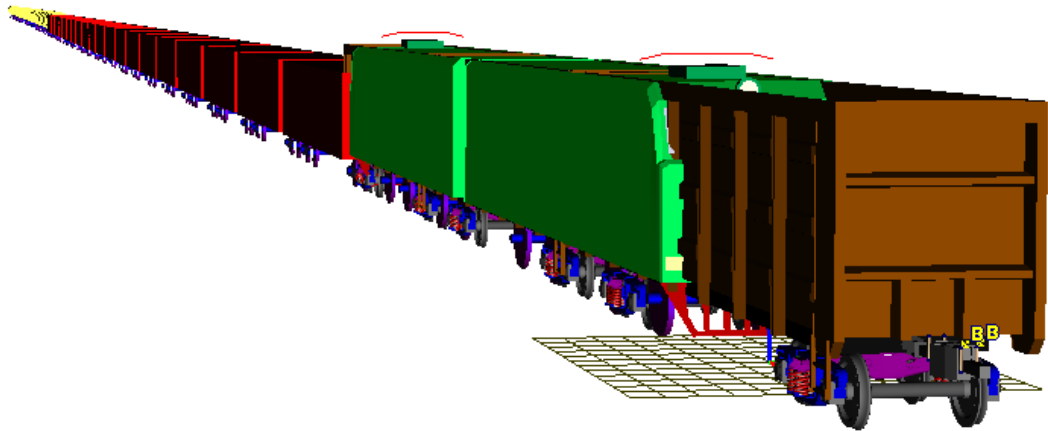

Рис. 1.55. Модель грузового поезда вместе со сцепом в программе ввода
6. В программе ввода не следует размещать экипажи сцепа в их истинные позиции, это действие выполняется в модуле моделирования. Несмотря на визуально некорректное положение автотрис (рис. 1.55), модель готова. Сохраните ее и приступайте к моделированию.